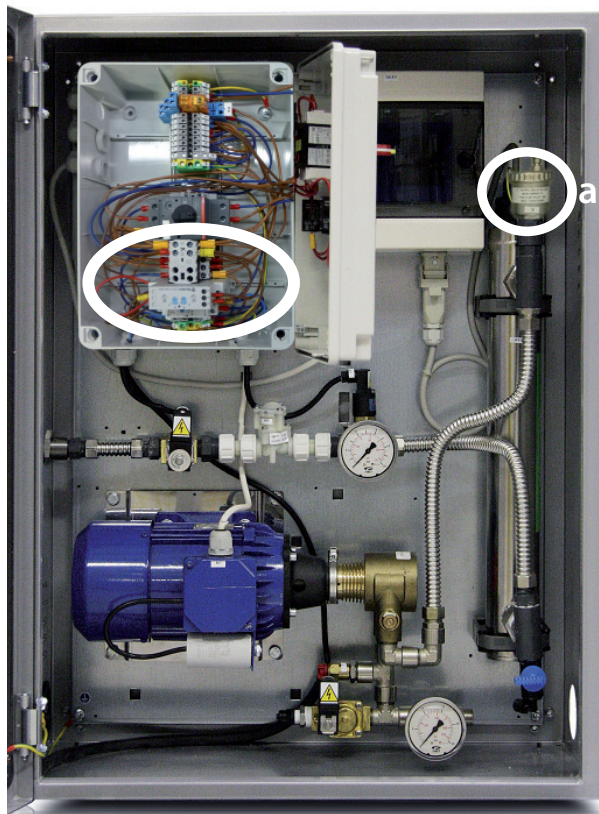

Fig. 5.a
9. Asegurarse de que el interruptor del magnetotérmico guardamotor Q esté en la posición "1" (Fig. 5.a);
**Nota:** durante algunos segundos, en el momento de la puesta en marcha de la bomba, pueden salir por la válvula de vaciado algunas gotas de agua (ref. "a" - Fig. 5.a).